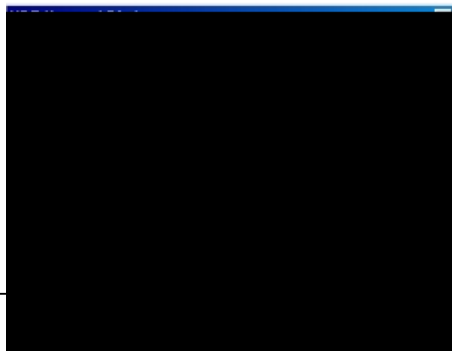

Рис. 10.9. Словарь ключевых слов **UDP**
1. Перейдите в меню **Dictionary/UDP Keywords** и в диалоговом окне **UDP Keyword Dictionary** внесите ключевые слова **UDP (User Defined Properties – Свойства, определяемые пользователем)** (рис. 10.9):